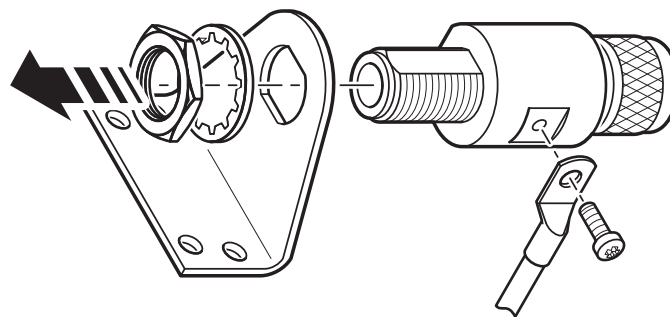

Abbildung 9.7: Montage des Überspannungsschutzes MBG S-PRO
2. Befestigen Sie die mitgelieferte Halterung wie in  Abb. 9.7 gezeigt und montieren Sie dann den MBG S-PRO an der Halterung.